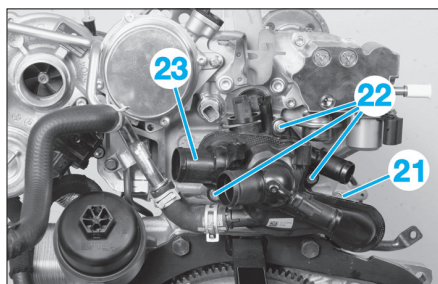

Fig. 70
- le clip de fixation (21) liaison du boîtier de sortie d'eau (Fig.70),